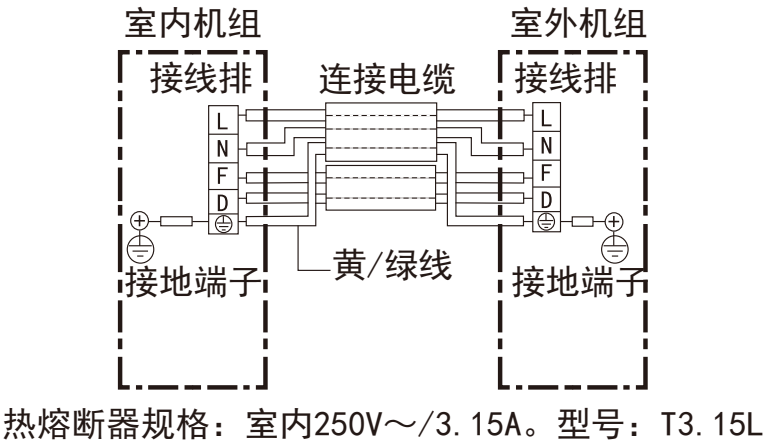

图13室内外电气连接图
(1) 用附件 ⑧ 连接电缆按接线图13要求正确地连接室内外机组，绝对不可连接错误。
(2) 连接电缆必须用室内外机组上的电线压板压紧。
- 接地线必须根据图13所示用连接电缆中黄/绿色导线接至带有“⊕”标记的接线端子上。